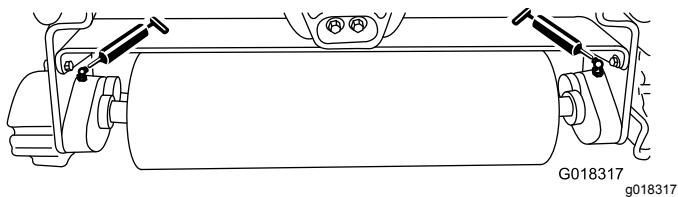

Figura 6
Lubrificate i 2 raccordi d'ingrassaggio (Figura 6) su ciascun'unità tri-roller dopo ogni 15 ore di funzionamento, utilizzando grasso a base di litio n. 2. Utilizzate una pistola di ingrassaggio manuale per ottenere i migliori risultati.
2. Applicate il grasso sui cuscinetti dell'asse dell'unità tri-roller finché non sentite la pressione (Figura 6).